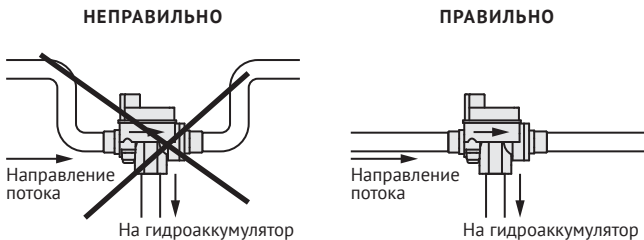

Рис. 2
*При установке блока ТУРБИ-МЗ в проточный трубопровод не допускается образование U-образного колена (Рис. 2).*